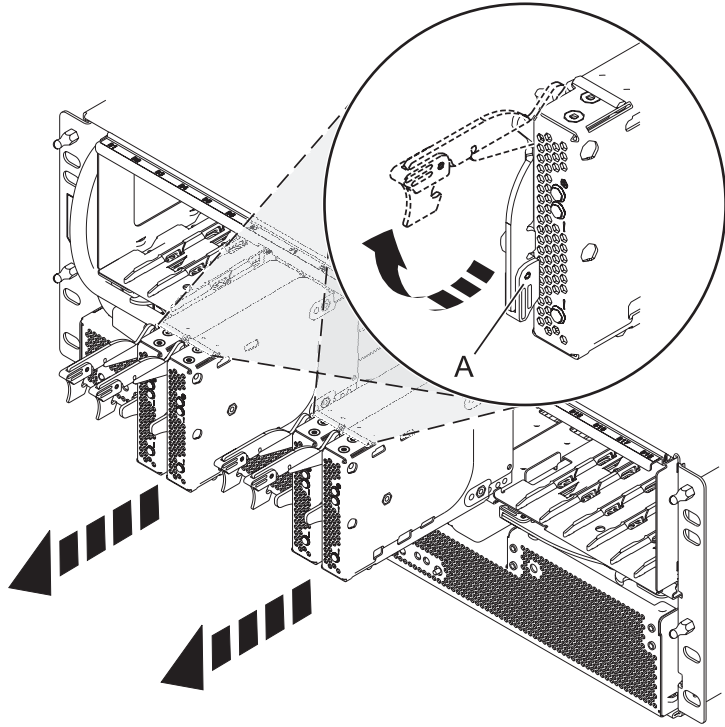

Figure 74. Retrait de la carte de port du fond de panier
5. Retirez les cartes de port et les obturateurs, comme illustré dans la figure 74, à la page 93.